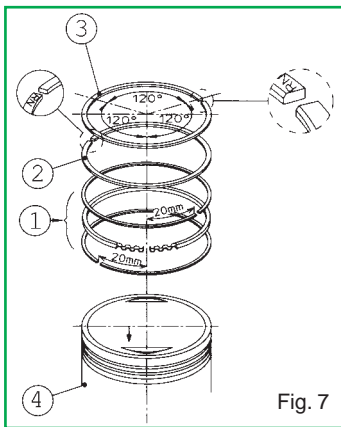

Fig. 7
- Inserire l'espansore del segmento raschiaolio nella apposita cava sul pistone, inserire l'elemento raschiaolio inferiore e successivamente l'elemento raschiaolio superiore completando il montaggio del raschiaolio (Fig. 7 - Part. 1).
- Montare il secondo segmento con la stampigliatura N rivolta verso la parte superiore del pistone come indicato in Fig. 7 - Part. 2.
- Inserire il primo segmento di compressione con la stampigliatura N rivolta verso la parte superiore del pistone come indicato in Fig. 7 - Part 3.
- Posizionare le aperture dei tagli delle fasce elastiche come indicato in Fig. 7.
- Posizionare il pistone sulla biella e inserire il nuovo spinotto. Accertarsi che la freccia punzonata sul cielo del pistone sia rivolta dal lato scarico (Fig. 7 - Part 4).
- Ricontrollare che le aperture dei tagli delle fasce elastiche siano posizionate come indicato in Fig. 7.